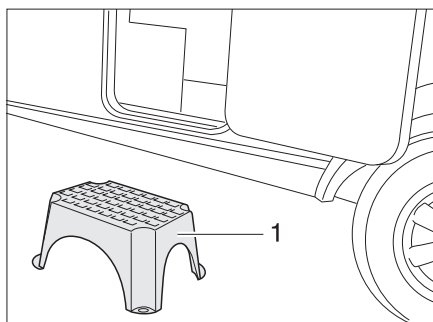

Bild 18 Fotsteg (fristående)
- Ställ fotsteget (Bild 18,1) framför ingången till husvagnen.